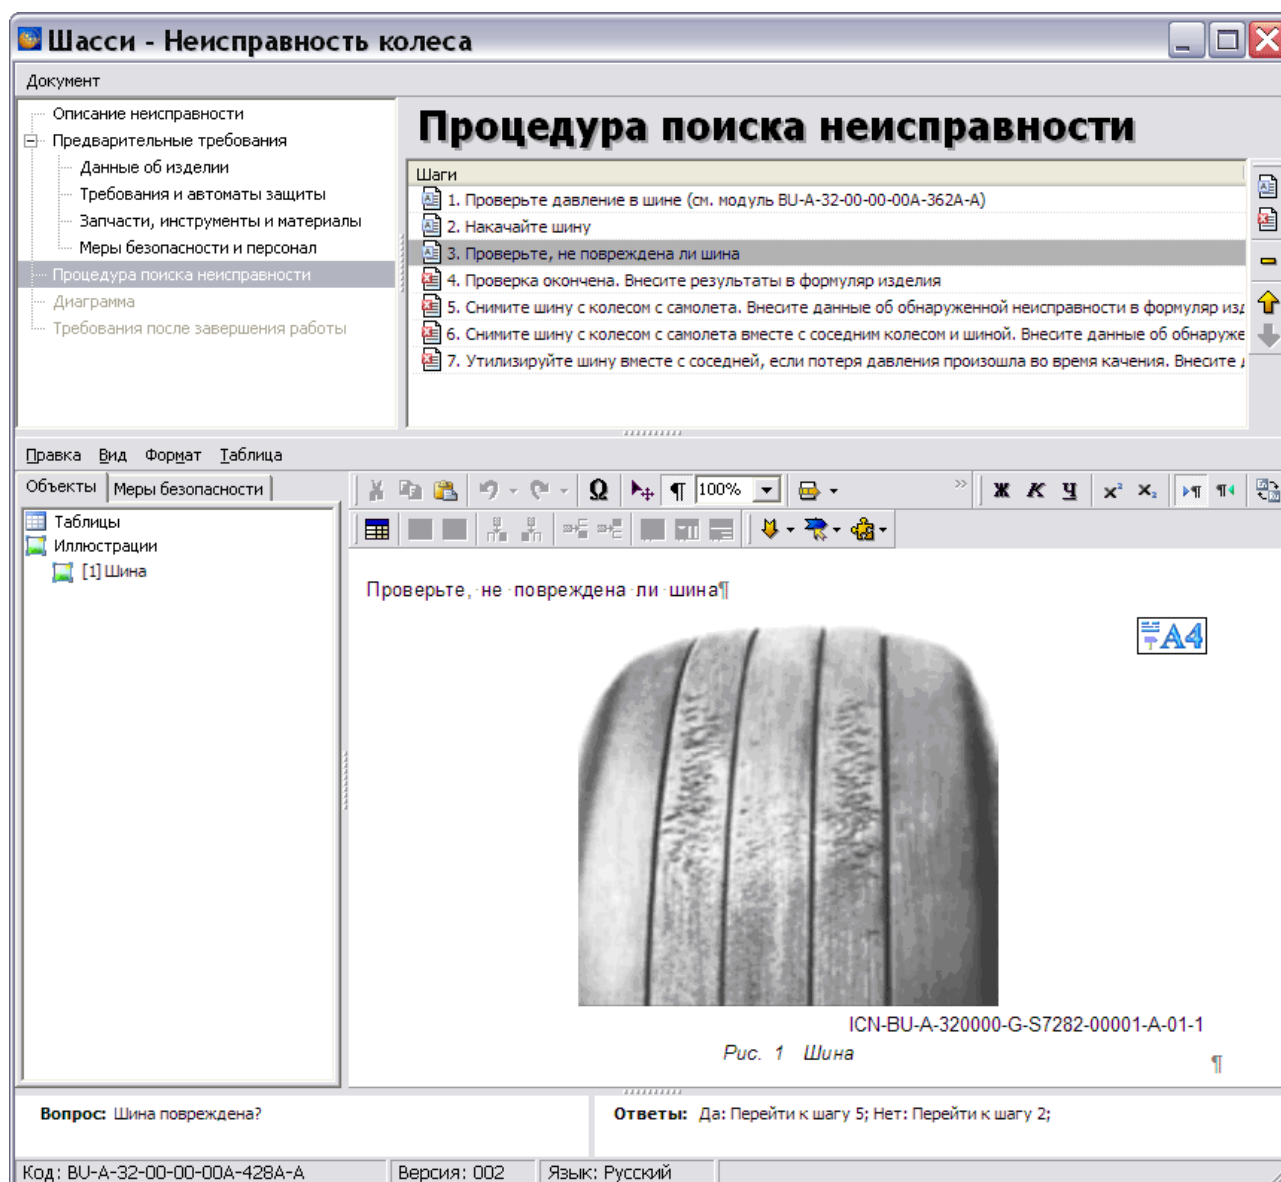

Рис. 8.41
6. Выйдите из окна создания иллюстраций. При этом иллюстрация загрузится в документ, и на вкладке **Объекты** в левой части области редактора **Текст шага** в списке иллюстраций появится название иллюстрации (Рис. 8.41).